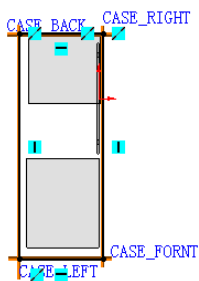

图 17.4.2 草图
Step2. 完成上步操作后，系统将自动选择“草图绘制”命令。选择 `CASE_TOP` 为草图平面，绘制图 17.4.2 所示的草图。